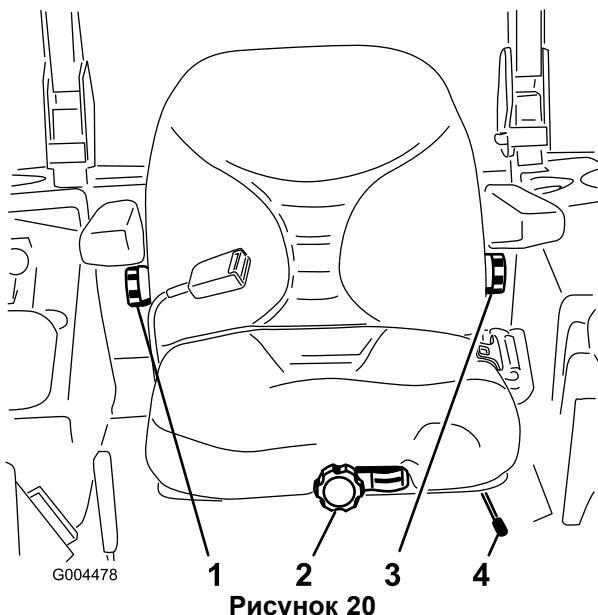

Рисунок 20
- Для регулировки передвиньте рычаг вбок, чтобы разблокировать сиденье (Рисунок 20).
Не занимая сиденье, поворачивайте головку регулировки положения сиденья в любом направлении для достижения максимального комфорта (Рисунок 20).
Для регулировки поворачивайте головку регулировки под правым подлокотником в любом направлении для достижения максимального комфорта (Рисунок 20).
Для регулировки поворачивайте головку регулировки под левым подлокотником в любом направлении для достижения максимального комфорта (Рисунок 20).